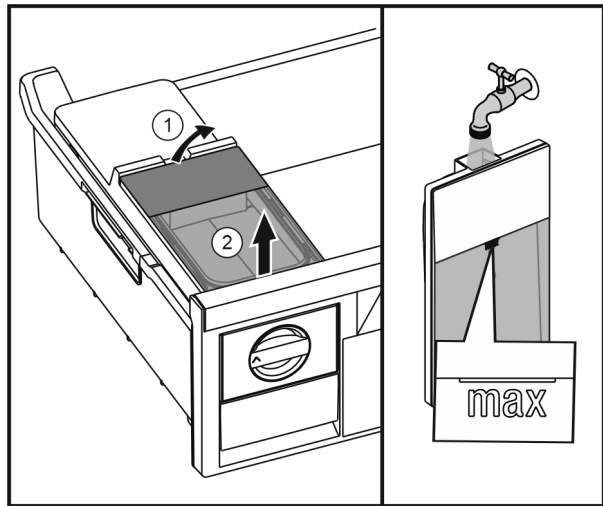

Fig. 34
- Soulever le réservoir d'eau depuis l'arrière Fig. 34 (1) et l'enlever vers le haut Fig. 34 (2).